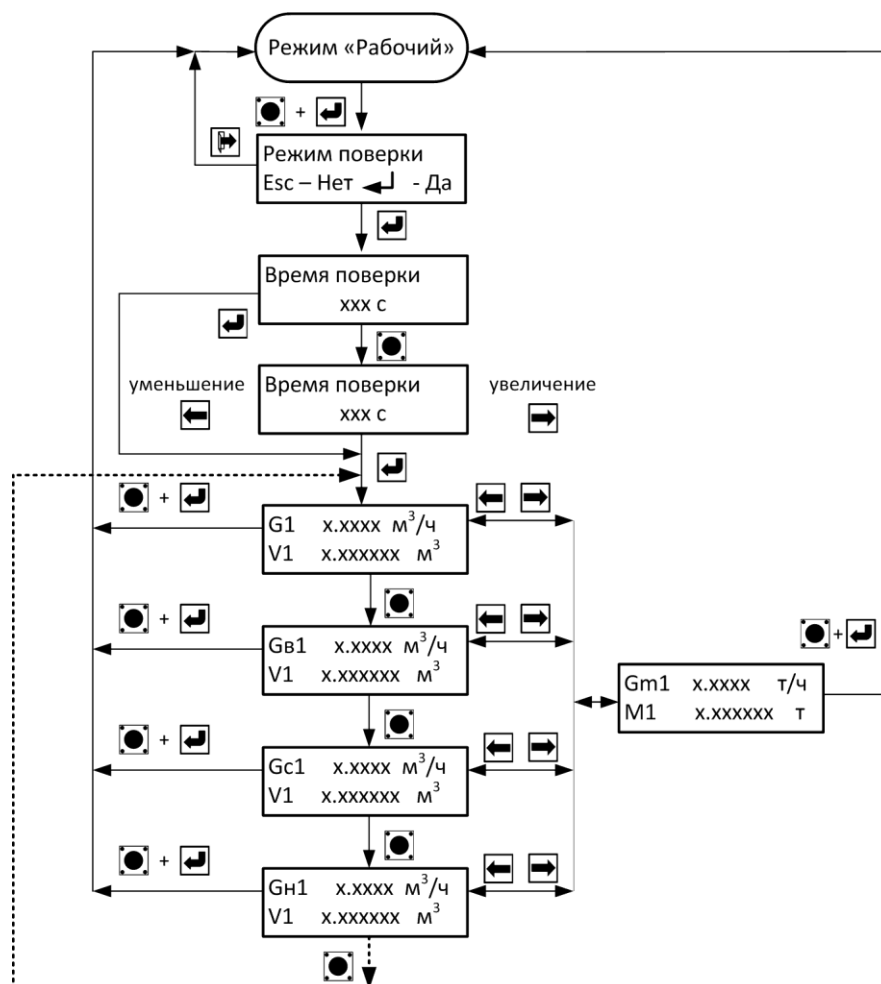

Рис. 11.1
11.2.1 Для входа в режим работы расходомера «Поверка» необходимо **одновременно** нажать кнопки «служебная» и «вход». Для выхода из режима поверки необходимо, находясь в любом окне режима «Поверка», **одновременно** нажать кнопки «служебная» и «вход». Порядок перехода между окнами режима «Поверка» изображен на рис. 11.1.